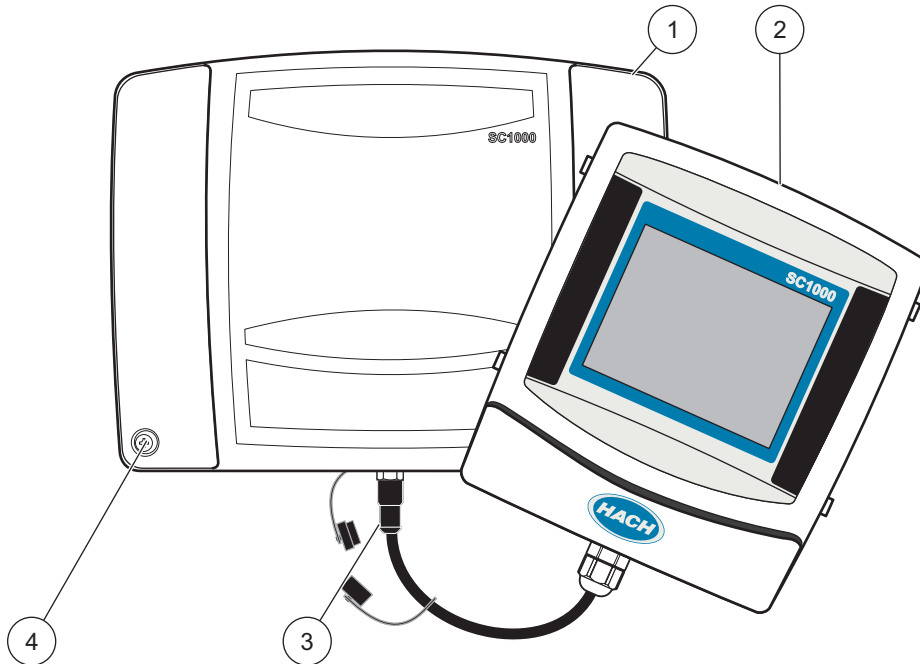

图 5 拆下显示器组件和探测器组件的外盖。
进行任何接线工作前，拆下显示器组件（图 5）。
2. 从探测器组件上拆除显示器组件 (图 5)。